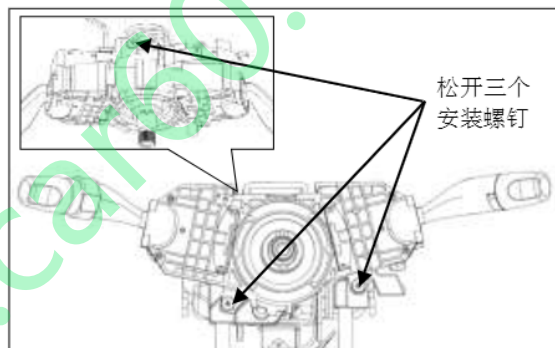

图 27
①拔下连接在组合开关上的接插件。
②用十字起松开组合开关的三个安装螺钉（两个位于正面、一个位于背面），如图 27 所示，取下组合开关。